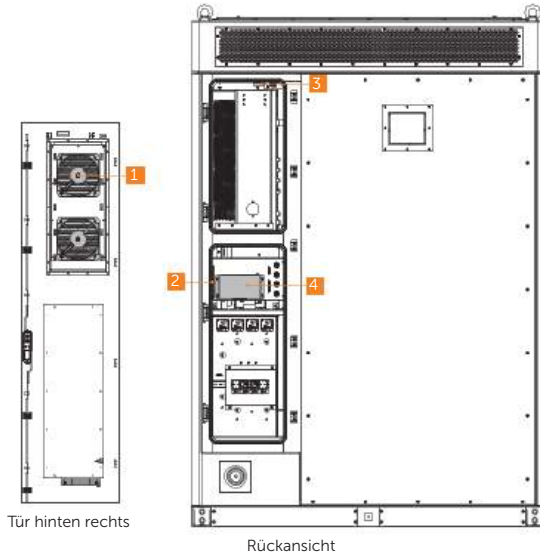

Abbildung 2-7 Teile-Beschreibung (im geöffneten Zustand)
- Das Zeichen „*“ zeigt an, dass Teile in der Vorderansicht (Abbildung 2-7) nicht vollständig zu sehen sind.